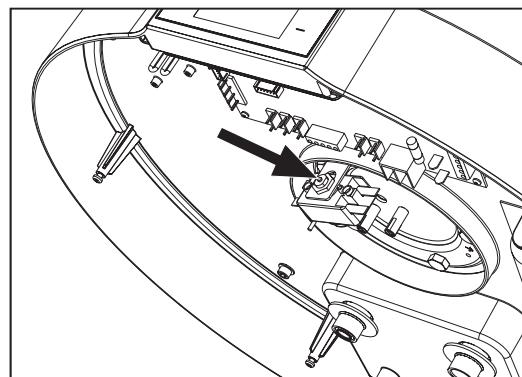

fig. 66 - Ripristino del termostato di sicurezza
- Ripristinare manualmente il termostato di sicurezza intervento (fig. 66). In caso di intervento il perno centrale del termostato fuoriesce per circa 2 mm.